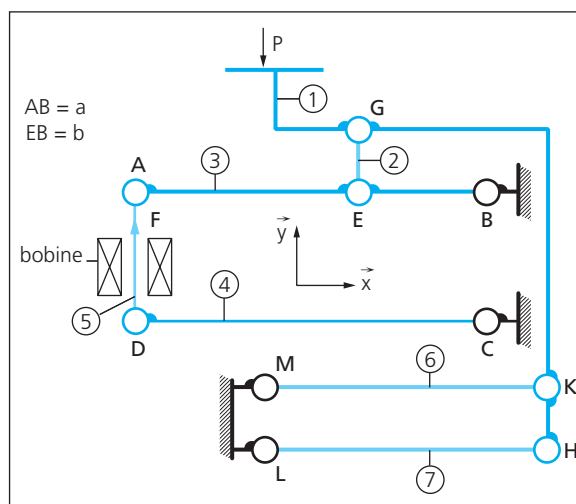

Figure E26
Le schéma (figure E26) représente une balance. L'ensemble étant équilibré par un courant parcourant la bobine et générant une action mécanique $F_0 \vec{y}$ sur le noyau ⑤, lorsque l'on pose une charge \vec{P} : $\vec{P} = -P\vec{y}$ sur le plateau de la pièce ①, on modifie le courant parcourant la bobine de manière à créer une action mécanique $\vec{F}_0 + \vec{F}$ sur le noyau ⑤, permettant de retrouver la situation d'équilibre initiale. Déterminer la relation entre F , P , a et b .